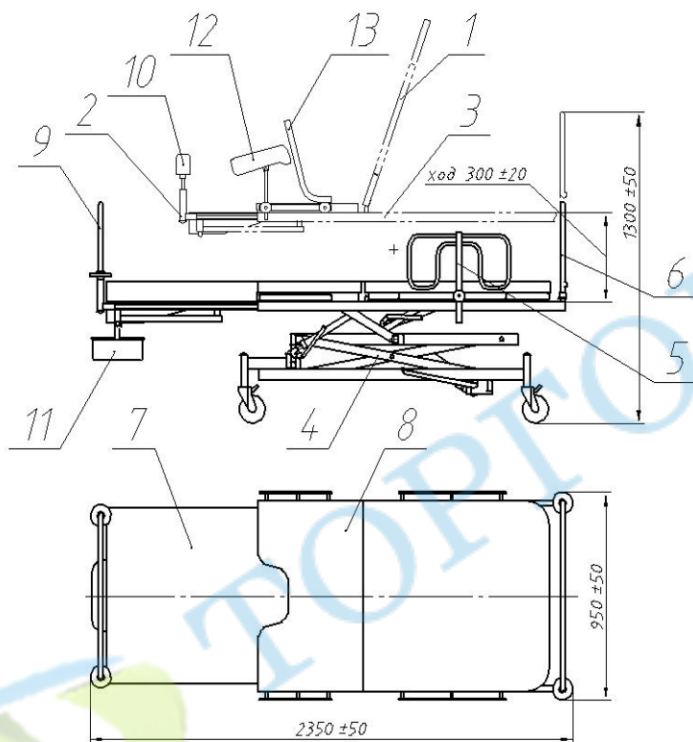

Рисунок 1
4.1. Для удобного размещения рожениц, кровать (рис.1) имеет поворотную спинную панель (1), выдвижную ножную панель (2), общий наклон ложа (3), механизм подъёма панели кровати (4), положение которых может быть зафиксировано в наиболее удобных конфигурациях для проведения процедур или отдыха.